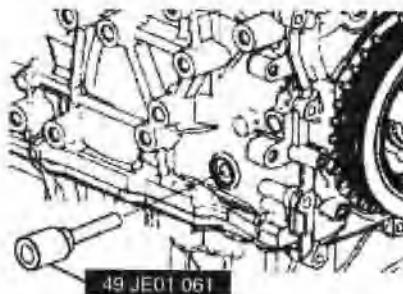

图 1.48 CKP 传感器位置
- ① 执行下列程序，保证1缸活塞在上止点位置。
- ② 安装 CKP 传感器于 CKP 传感器安装器上。
- ③ 使 CKP 传感器卡环的叉状的部分安装在脉冲轮第九齿部位（从空间开始逆时针旋转）。
- ④ 安装 CKP 传感器固定螺栓，如图 1.48 所示。紧固力矩为  $5N \cdot m \sim 7.5N \cdot m$ 。